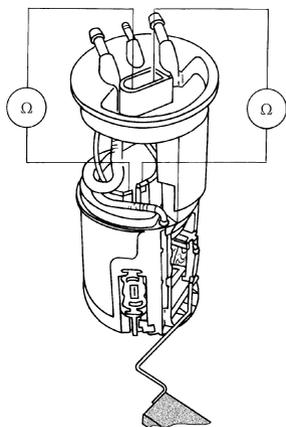

图 1-14 检查法兰与燃油泵
见泵的运转声: ① 拆下燃油泵; ② 如图 1-14 检查法兰与燃油泵之间的导线是否接好及其是否断路。如果导线无故障: ① 燃油泵损坏, 更换燃油供油单元; ② 安装燃油供油单元。